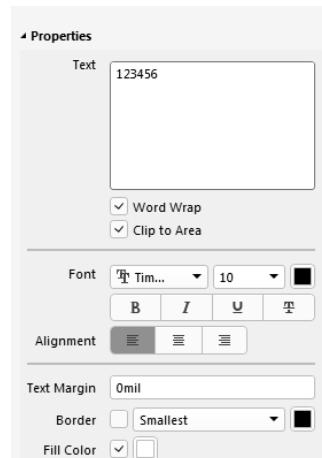

图 5-59 文本框属性设置
(1) 执行菜单命令“放置-文本框”(快捷键“PF”), 单击需要放置的区域可以完成文本框的放置。
(2) 在放置状态下按“Tab”键，或者放置完成之后双击，可以对文本框属性进行设置，如图 5-59 所示。